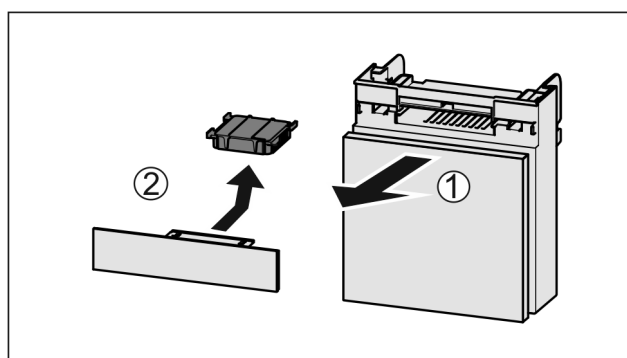

Fig. 123
- Estrarre il vano tirando in avanti Fig. 123 (1).
- Rimuovere il filtro a carboni attivi Fig. 123 (2).